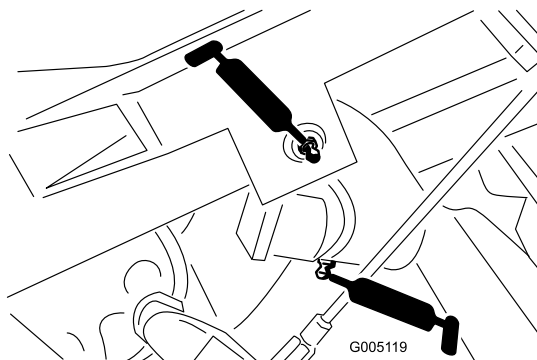

Figura 31
- Pivote del brazo de elevación (3) y bisagra del pivote (3) (Figura 31)